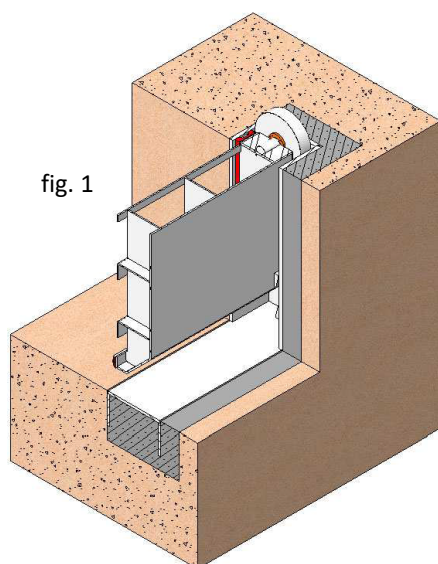

fig. 1
Como estas comportas **VM** costumam ser de grandes dimensões e concebidas para cargas elevadas de água, o sistema mais habitual (recomendado pela CMO) é a montagem de betoneagem (fig. 1). Para esta opção de montagem destinam-se alguns orifícios na obra civil, onde se introduz o corpo da comporta **VM**; em seguida as caixas são enchidas com uma segunda betoneagem.
- Para montar a comporta betonada (fig. 1) efectuar os seguintes passos: